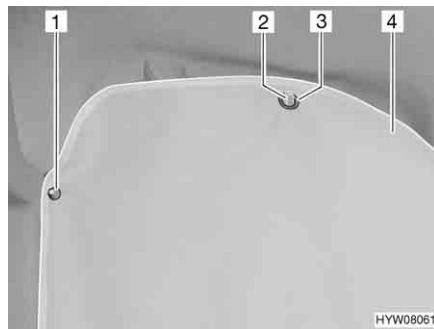

Fig. 17 Oscurante (cabina di guida)
- Fissare l'oscurante (Fig. 17,4) con i bottoni automatici (Fig. 17,1).
- Agganciare gli occhielli (Fig. 17,3) a sinistra e a destra nei ganci per gli abiti (Fig. 17,2) delle impugnature.
- Sganciare gli occhielli (Fig. 17,3) a sinistra e a destra dai ganci per gli abiti (Fig. 17,2) delle impugnature.
- Sganciare e riporre l'oscurante (Fig. 17,4).